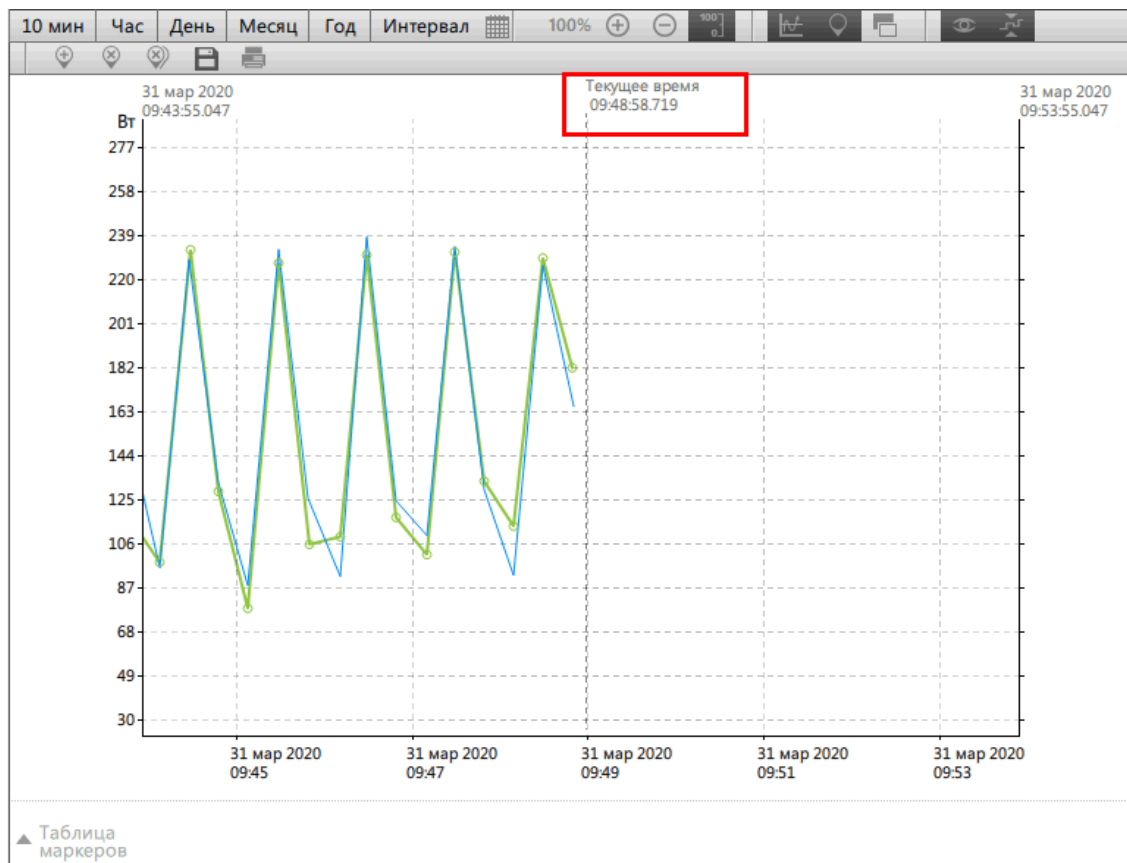

Рисунок 110 - Текущее время по центру
2. **Положение текущего времени** – расположение текущего времени на графике: справа или по центру (Рисунок 110).